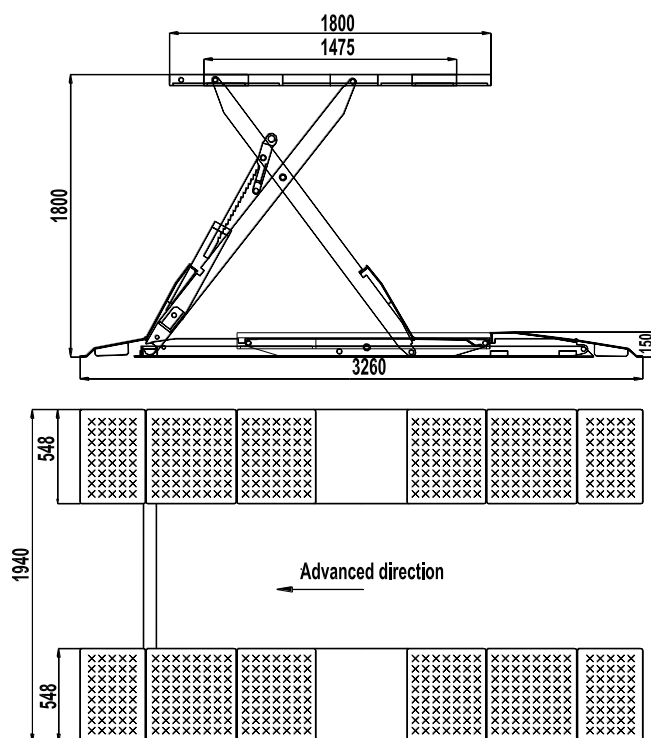

Рис.2 Схема и размеры подъемника
4. Размеры (Рис.2)
Фундамент подготавливается с учетом размеров и формы подъемника (см. рис. 2). Очень важно, чтобы были обеспечены оптимальная высота и плоскостность бетонного основания, потому что регулировки самой машины иногда может оказаться недостаточно, поэтому толщина бетонного основания должна быть ≥ 150 мм, а отклонение от плоскостности на всей его длине ≤ 5 мм.